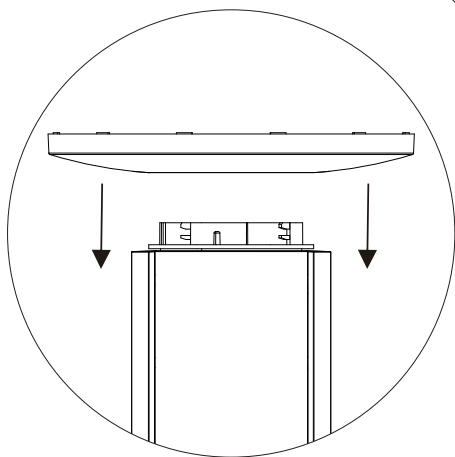

图2
- 3、按图2、3进行操作，将产品倒过来，把底座装在产品底部，箭头对准开锁的图标；